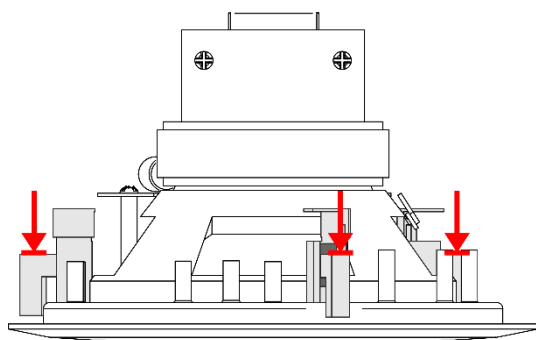

Fig. 04
- 06) Spingere le **viti di montaggio a rotazione rapida (05)** su tutti e 3 i **ganci di montaggio (04)** verso la parte posteriore della **griglia (03)**, come indicato nella Fig. 04. La griglia si stacca.